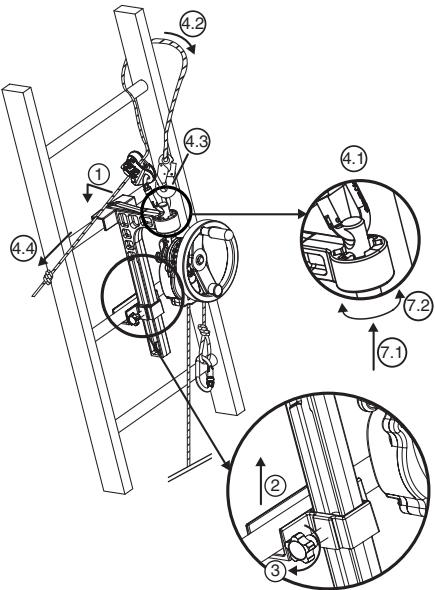

Fig. 6
#### 6.3.2. Aparato derope™ UP B (Fig. 6)
1. Colocar la consola grande bloqueable en el barrote de la escalera en la posición escogida para realizar la operación de salvamento, por encima de la persona a evacuar (Fig. 6, 1).
2. Hacer subir la corredera de bloqueo hasta el nivel del barrote inmediatamente debajo de aquel que recibe la consola grande (Fig. 6, 2).
3. Apretar el eje de bloqueo de la corredera utilizando el botón de apriete que se encuentra en el costado de la consola (Fig. 6, 3).
- Fijar el conector del dispositivo de ajuste LCM 05 en el agujero de la parte superior del eje de enganche (Fig. 6, 4.1).
- Pasar la correa de aseguramiento alrededor del barrote de la escalera situado encima de la consola rodeando uno de los montantes de la escalera (Fig. 6, 4.2).
- Conectar el conector de la correa de aseguramiento en el conector del dispositivo de ajuste LCM 05 (Fig. 6, 4.3).
- Tensar la correa de aseguramiento tirando del ramal libre (Fig. 6, 4.4).
7. Orientar el aparato derope™ según la necesidad modificando la posición del eje de enganche en el dispositivo de indexación (Fig. 6, 7.1 – 7.2).